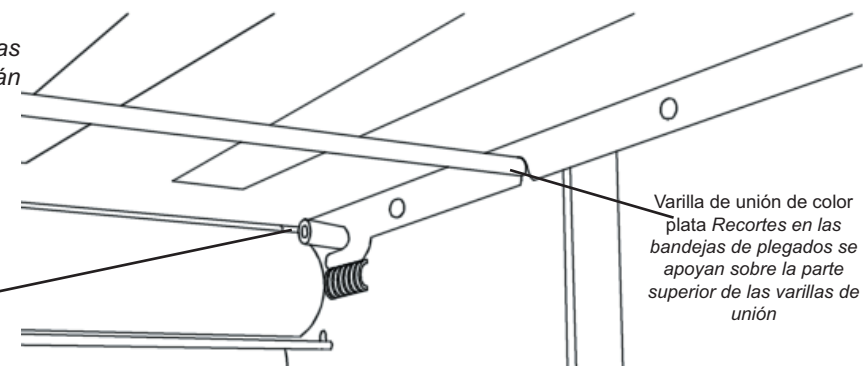

Figura 6
- las entalladuras en el extremo final de ambas bandejas de plegado se encajan con los 2 pins de color plata dentro de la máquina (figura 6),
- las bandejas de plegado deberán apoyarse en la parte superior de las varillas de unión de color plata (ver figura 6),
NOTA: a muchos usuarios les parece más fácil instalar las bandejas de plegado mirándolas desde la parte inferior (como se ve en la figura 6).